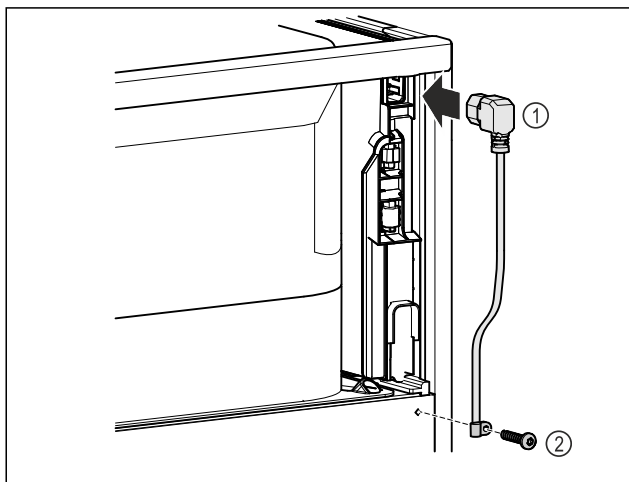

Fig. 46
- Insertar el conector para aparatos de frío del cable de alimentación Fig. 46 (1) en la parte posterior del dispositivo.
- Montar la protección contra tirones Fig. 46 (2).